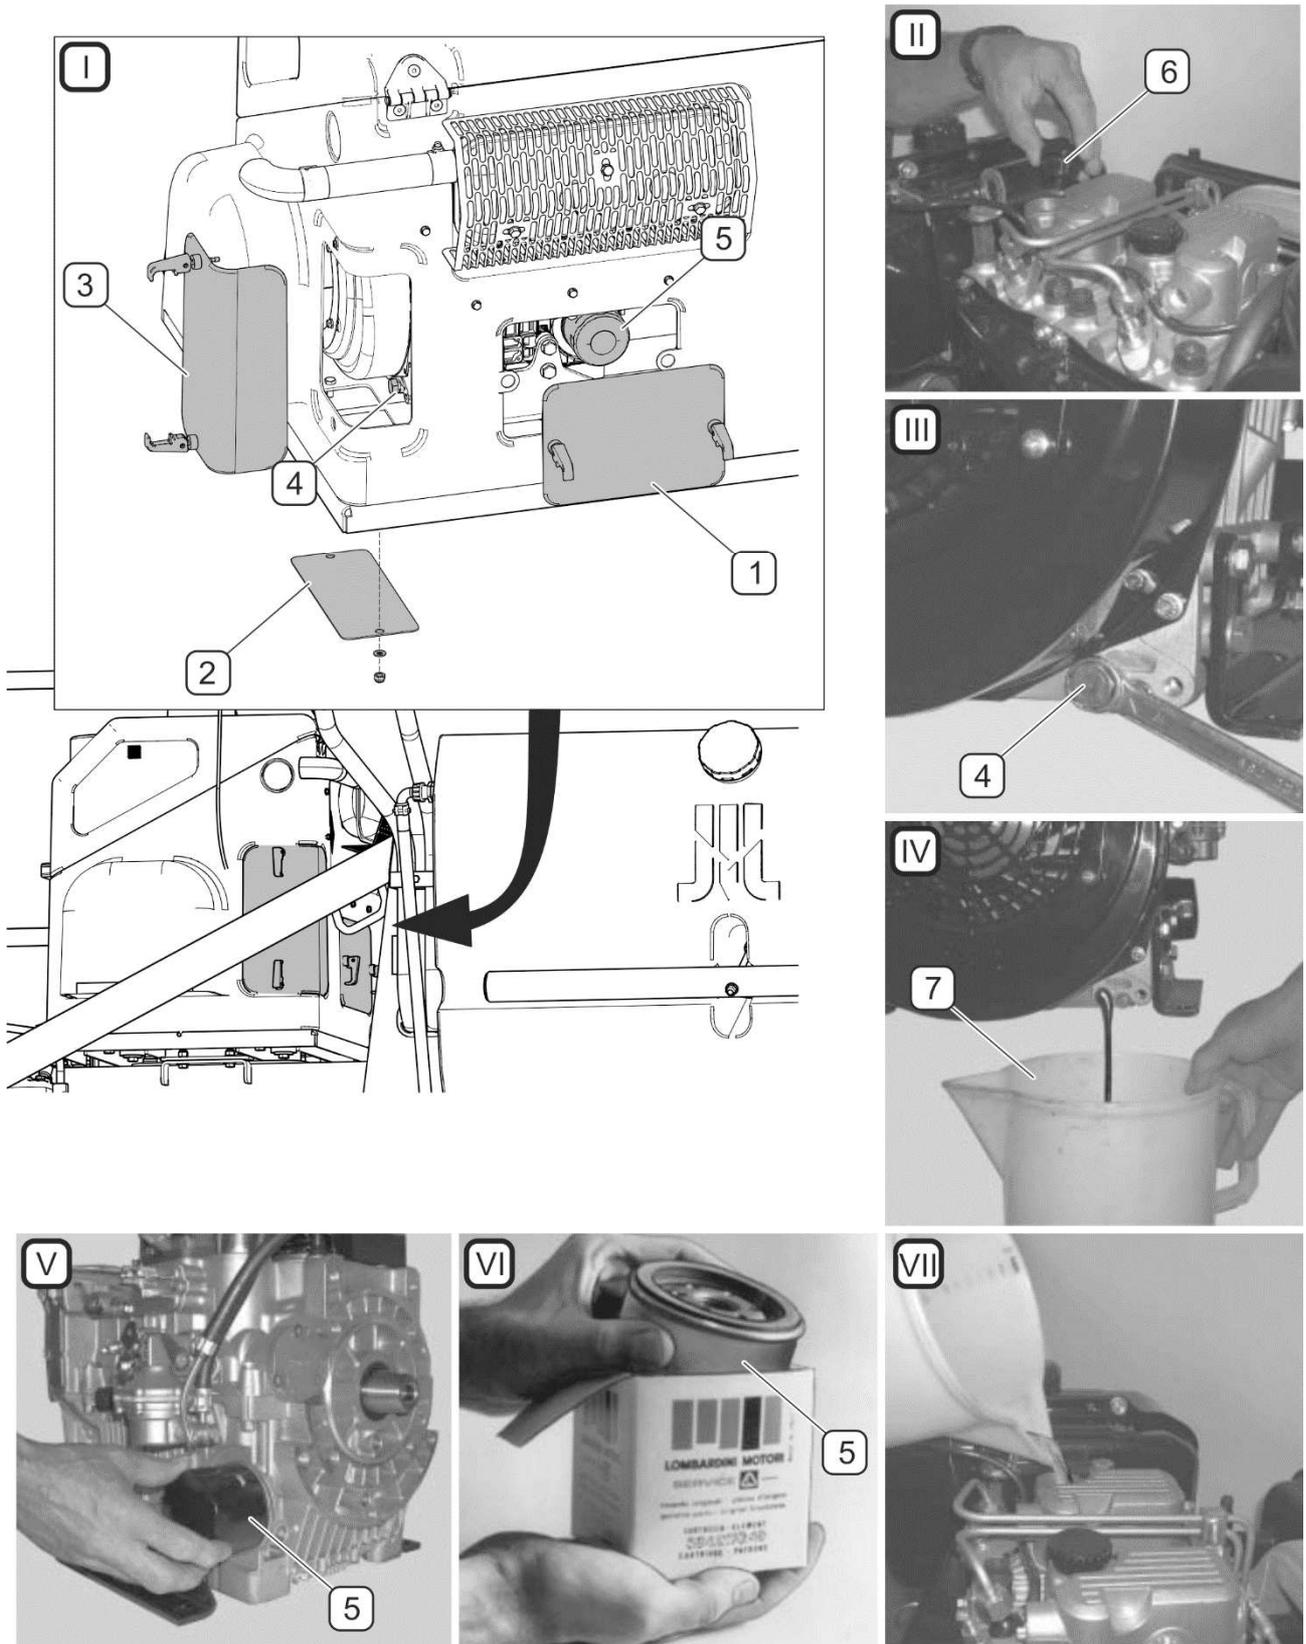

ABBILDUNG 5.3 Wechsel des Motoröls und Ölfilters
- Die Abdeckung abbauen (1, 2, 3) (ABBILDUNG 5.3).
- Die Einfüllschraube (6) und anschließend die Ölablassschraube (4) herausschrauben und das Öl in das bereitgestellte Gefäß (7) ablaufen lassen.
- Den Motorblock in der Umgebung des Ölfilters reinigen und den verunreinigten Filter (5) herausschrauben.
- Prüfen, ob die Dichtung richtig im Filter eingesetzt ist, die Dichtung mit ein wenig Motoröl einschmieren und den neuen Ölfilter (5) (Bestellnummer 2175201) von Hand festziehen.
- Einen neuen Dichtungsring einsetzen und die Ölablassschraube (4) festziehen.
- Den Motor mit frischem Öl der empfohlenen Sorte bis zum empfohlenen Ölstand füllen und die Öleinfüllschraube (6) festziehen.